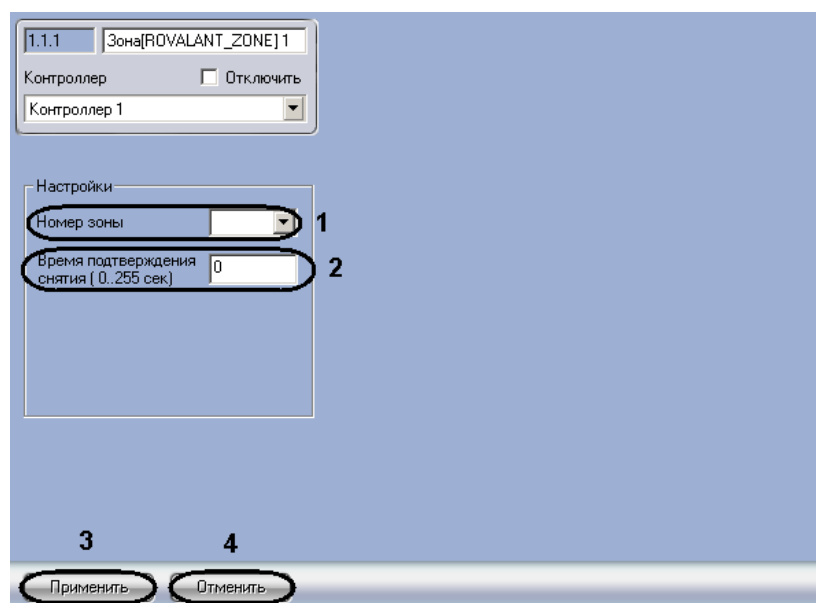

Рис. 3.5—2 Настройка охранных зон
2. Из раскрывающегося списка **Номер зоны** выбрать порядковый номер зоны охраны (см. Рис. 3.5—2, 1).
3. В поле **Время подтверждения снятия** ввести время в секундах, определяющее временной интервал, в течение которого необходимо подтвердить снятие зоны с охраны нажатием кнопки подтверждения, в противном случае поступит сигнал тревоги **Экстренный вызов. Снятие под принуждением** (см. Рис. 3.5—2, 2).